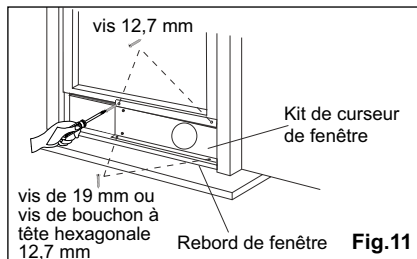

Fig.11
3. Fermez le châssis de la fenêtre contre le kit du curseur de fenêtre. (Fig.11)
4. Utilisez deux vis de 12,7 mm pour fixer le kit du curseur de fenêtre au châssis de la fenêtre. (fig.11)
5. Fixez le kit du curseur de fenêtre au rebord de la fenêtre (fig.11) :